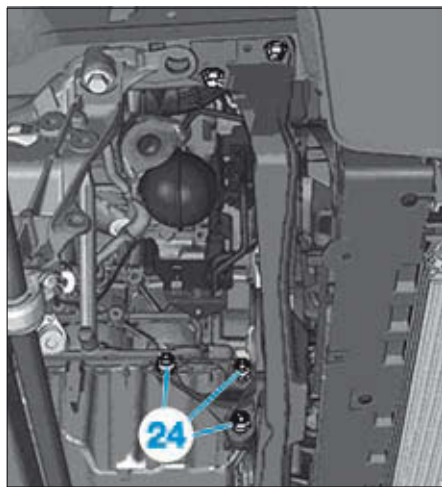

FIG. 22
- Déposer les vis (24) du support inférieur (Fig.22).